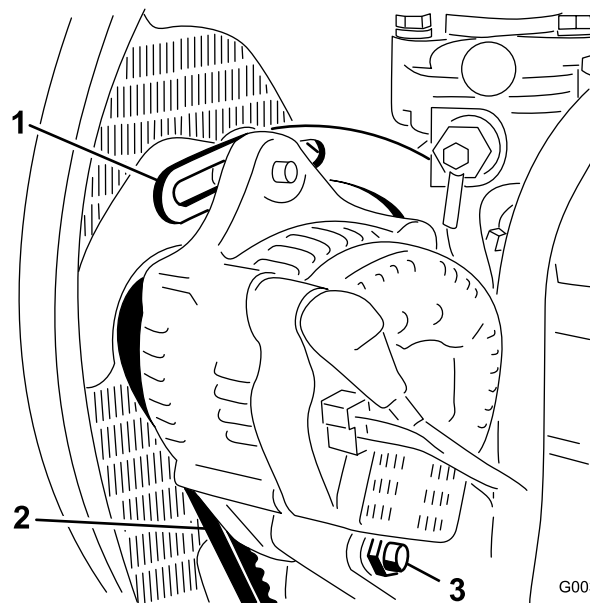

Figura 72
2. Compruebe la tensión de la correa del alternador presionándola (**Figura 72**) en el punto intermedio entre las poleas del alternador y del cigüeñal con una fuerza de 10 kg.
3. Afloje el perno que fija el tirante al motor (**Figura 72**), el perno que fija el alternador al tirante y el perno de pivote.